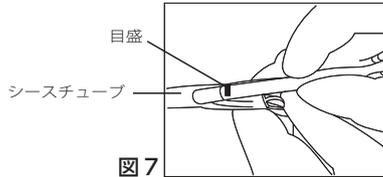

図7
1. 補助チューブ後端のキャップを閉じ、補助チューブ先端部の目盛がシースのスリット側になるように、スリットが裂けないように注意して補助チューブを先端から捻らず真っ直ぐにシースチューブ内へ挿通する。(図7)